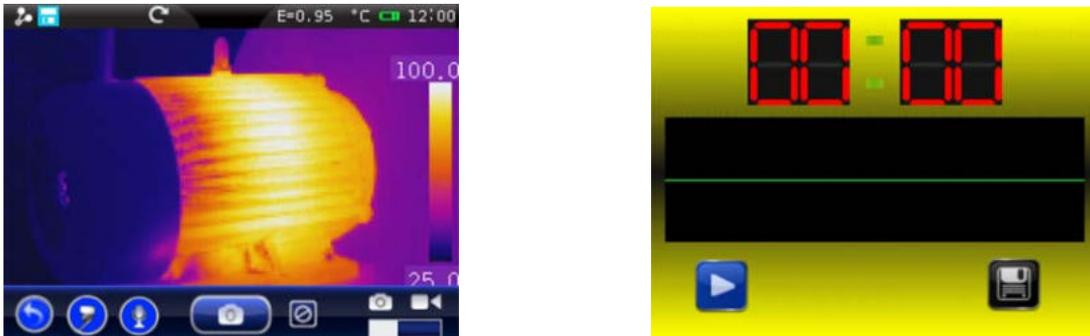

Abb. 61: Einfügen einer Sprachaufzeichnung
1. Speichern Sie ein Bild wie im § 5.2.4.1 beschrieben. Am Ende der Operation wird die Bedienung des Geräts in Abb. 61 – linke Seite angezeigt.
2. Berühren Sie das Symbol “”. Die Bildschirmseite von Abb. 61 – rechte Seite erscheint im Display.